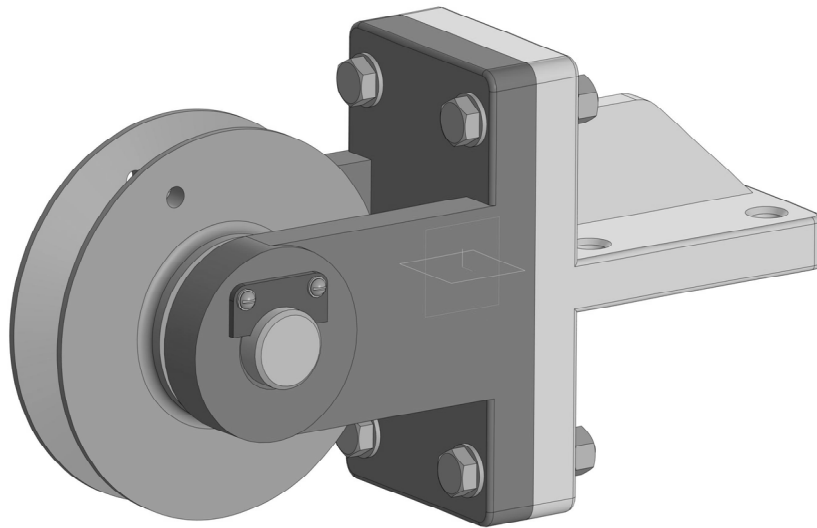

Рис. 6.4. Общий вид 3D-модели «Блок направляющий» с применением стандартных конструктивных элементов
7. Сохраните сборку. Результат построения представлен на рис. 6.4.